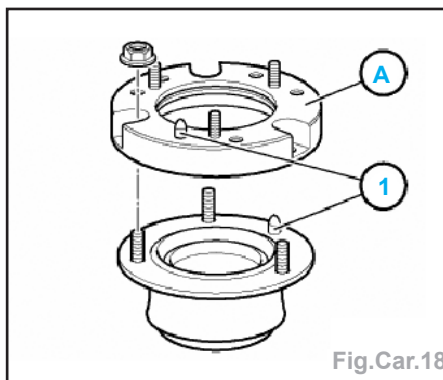

Fig.Car.18
- positionnement (1) du palier support,
- l'absence de trou (2) sur le passage de roue de rechange s'explique par le fait que lors de la fabrication en série le trou est percé après coup, une fois le véhicule complètement équipé.
- Avant de procéder à la pose d'un passage de roue sans trou de centrage, faire disparaître (découper ou arracher) le pion de positionnement (1) présent sur le palier support de la jambe de suspension ou sur l'entretoise (A) (dans le cas d'un châssis spécial «chaussées en mauvais état») (Fig.Car.18).